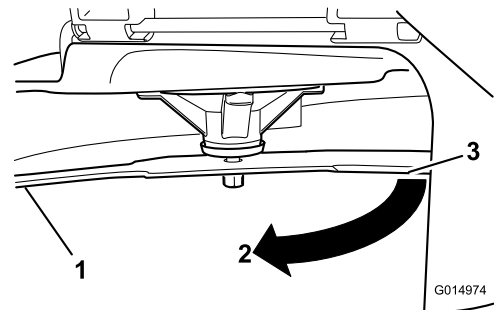

Рисунок 73
4. Поверніть той же ніж на 180 градусів, щоб протилежна ріжуча кромка опинилася в тому ж положенні (**Рисунок 73**).